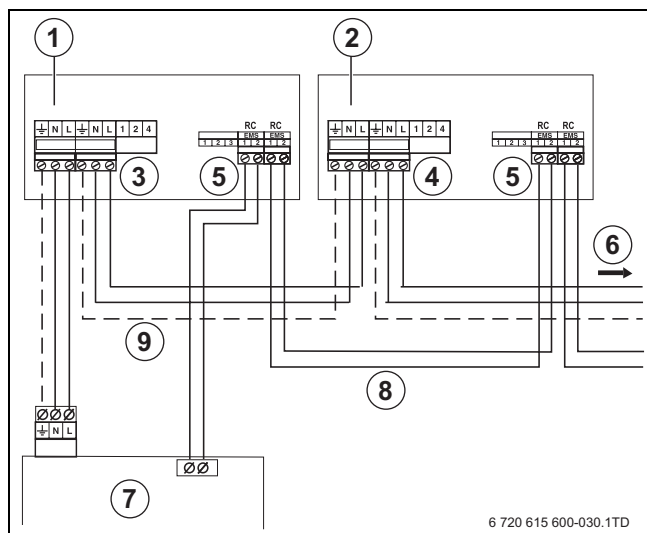

Рис. 37 Подключение нескольких модулей
- Подключите сетевой провод 230 В ~ [3-4] от первого функционального модуля [1] к следующему модулю [2] (→ рис. 37).